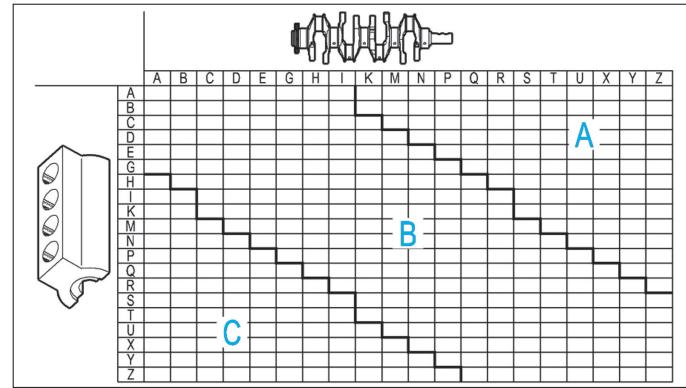

FIG. 18
Le choix du demi-coussinet inférieur approprié doit être effectué avec un tableau d'appariement (Fig.18) et les marquages (1) et (2) (Fig.16). Le premier caractère correspond au palier N° 5, le deuxième au palier N° 4, et ainsi de suite.